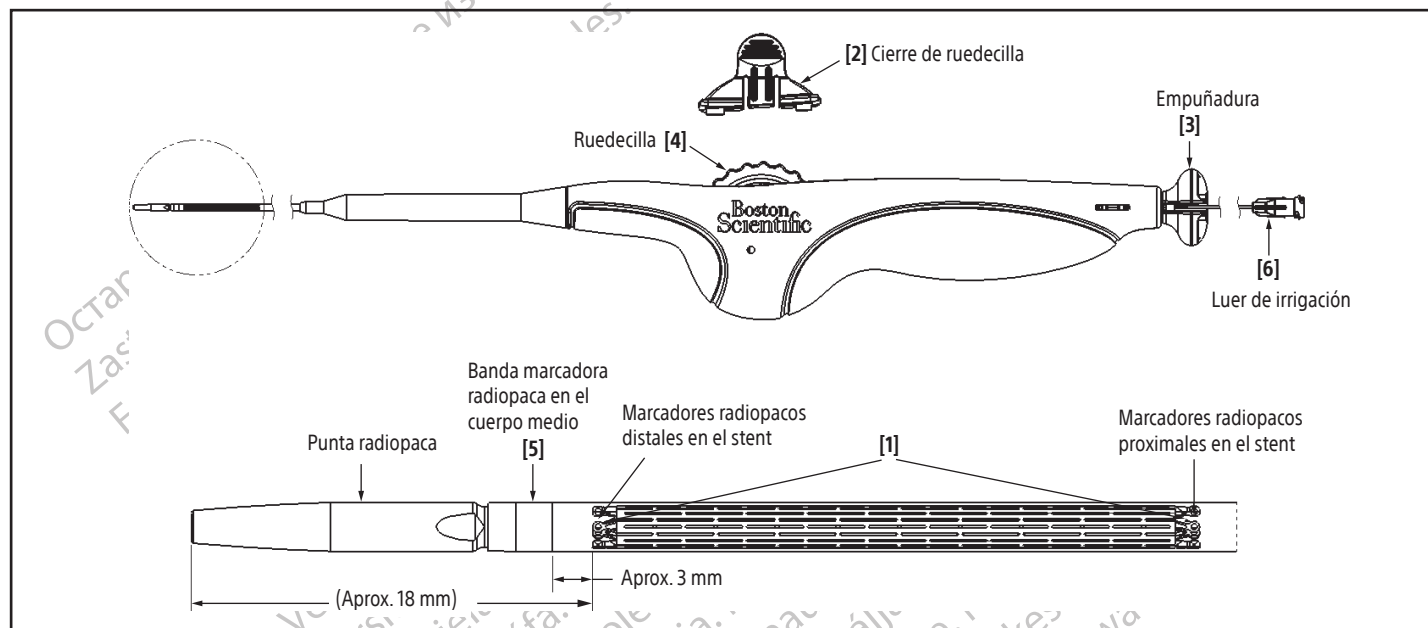

Figura 4. Sistema introductor del stent
- Aplique presión positiva al luer de irrigación [6] en el mango. Continúe irrigando hasta que la solución salina aparezca en el extremo distal del lumen de la guía. Extraiga el luer de irrigación [6] (para ello, tire de la jeringa o del mismo luer de irrigación [6]) (consulte la figura 4).